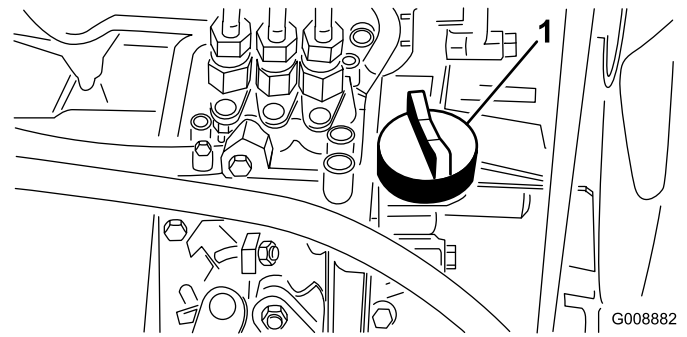

Figura 18
4. Si el nivel de aceite es bajo, retire el tapón de llenado (Figura 18) y añada poco a poco pequeñas cantidades de aceite, comprobando el nivel frecuentemente, hasta que el nivel llegue a la marca de lleno de la varilla.